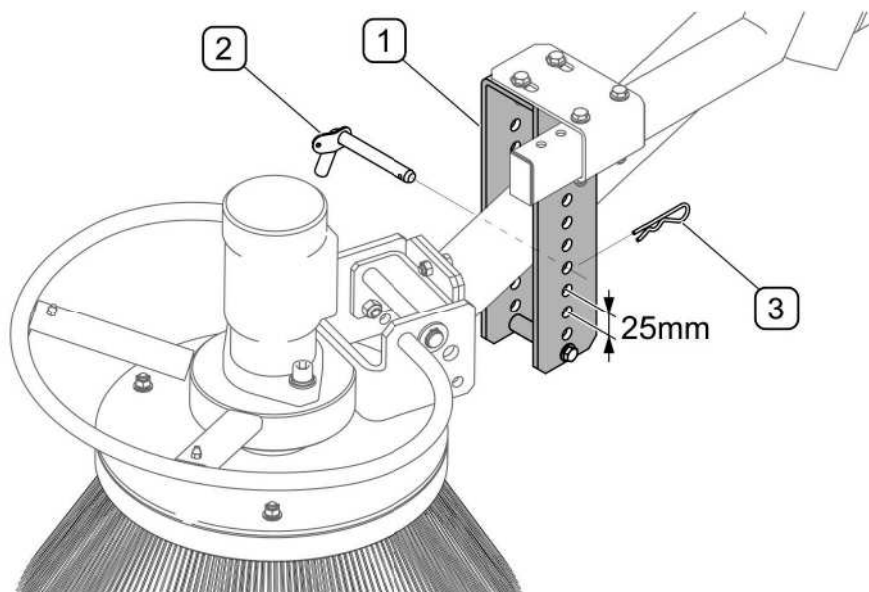

ABB. 5.4A
(1) - Führung des Bürstenarms; (2) - Stift; (3) - Sicherungssplint
Um den Andruck der Bürste (ABB. 5.4A) einzustellen, muss der Stift (3) herausgezogen und in eine andere Stiftöffnung (2) in der Halterung (1) eingeführt und mit dem Splint (3) gesichert werden.